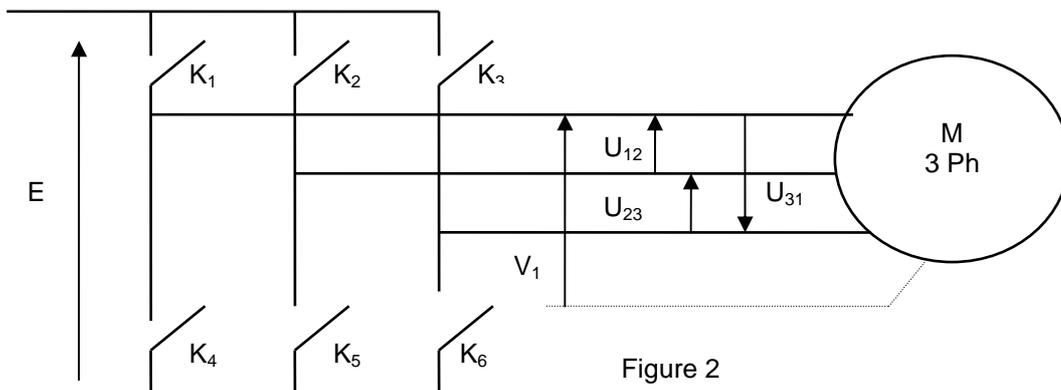
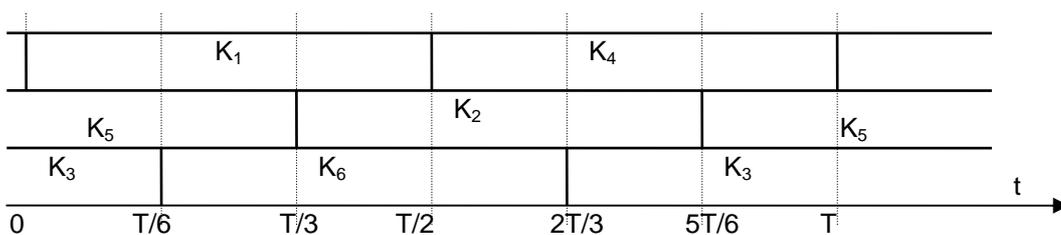
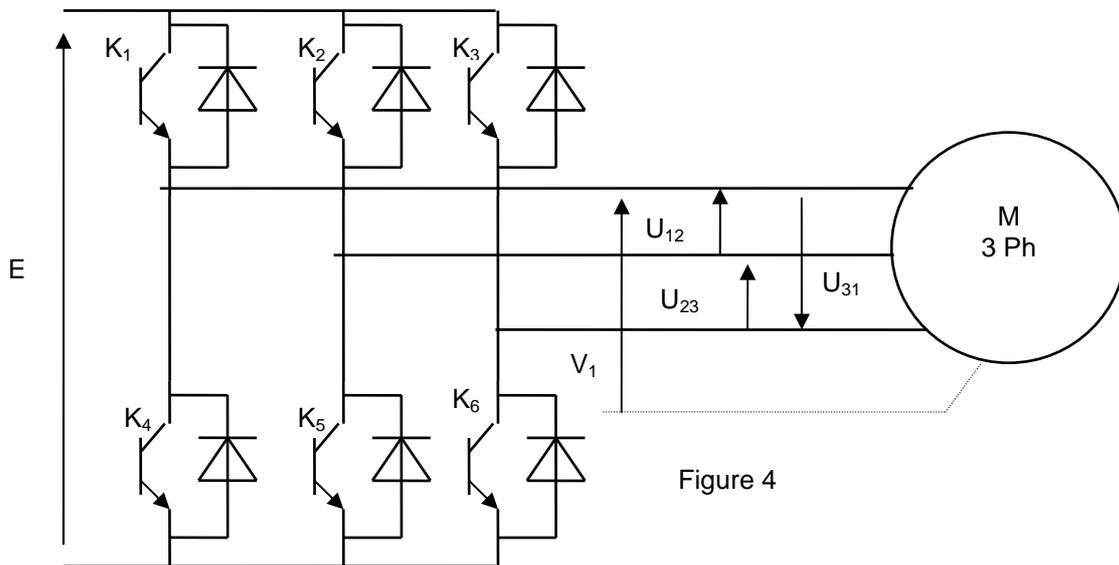

Figure 2
Figure 3
Figure 4
L'alimentation du moteur asynchrone est fournie par un onduleur triphasé à partir d'une source continue réglable de f-e- m. E proportionnelle à la fréquence de l'onduleur : $E = a.f$. Le schéma de principe est donné à la figure 2 (page 4). Les intervalles de fermeture des interrupteurs sont indiqués pour une période T de fonctionnement à la figure 3 (page 4). Chaque interrupteur est constitué d'un transistor et d'une diode supposés parfaits (figure 4) (page 5).
5) Dans la réalité l'onduleur triphasé est constitué comme l'indique la figure 4 (page 5). Dans ces conditions le courant $i_1(t)$ a l'allure dessinée sur le document réponse à la figure 6 (page 6). La séquence de commande des interrupteurs est celle de la figure 3 (page 4).